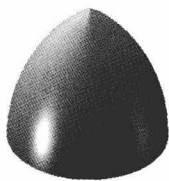
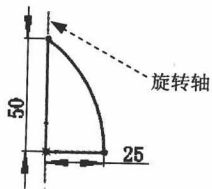

图 2.2 旋转 1
图 2.3 横断面草图
Step2. 创建图 2.2 所示的零件基础特征——旋转 1。
(1) 选择命令。选择下拉菜单 **插入(I)** → **凸台/基体(B)** → **旋转(R)...** 命令,系统弹出“旋转”窗口。
(2) 定义特征的横断面草图。选取前视基准面作为草图基准面,绘制图 2.3 所示的横断面草图(包括旋转中心线及圆心与坐标点在同一条水平线上)。